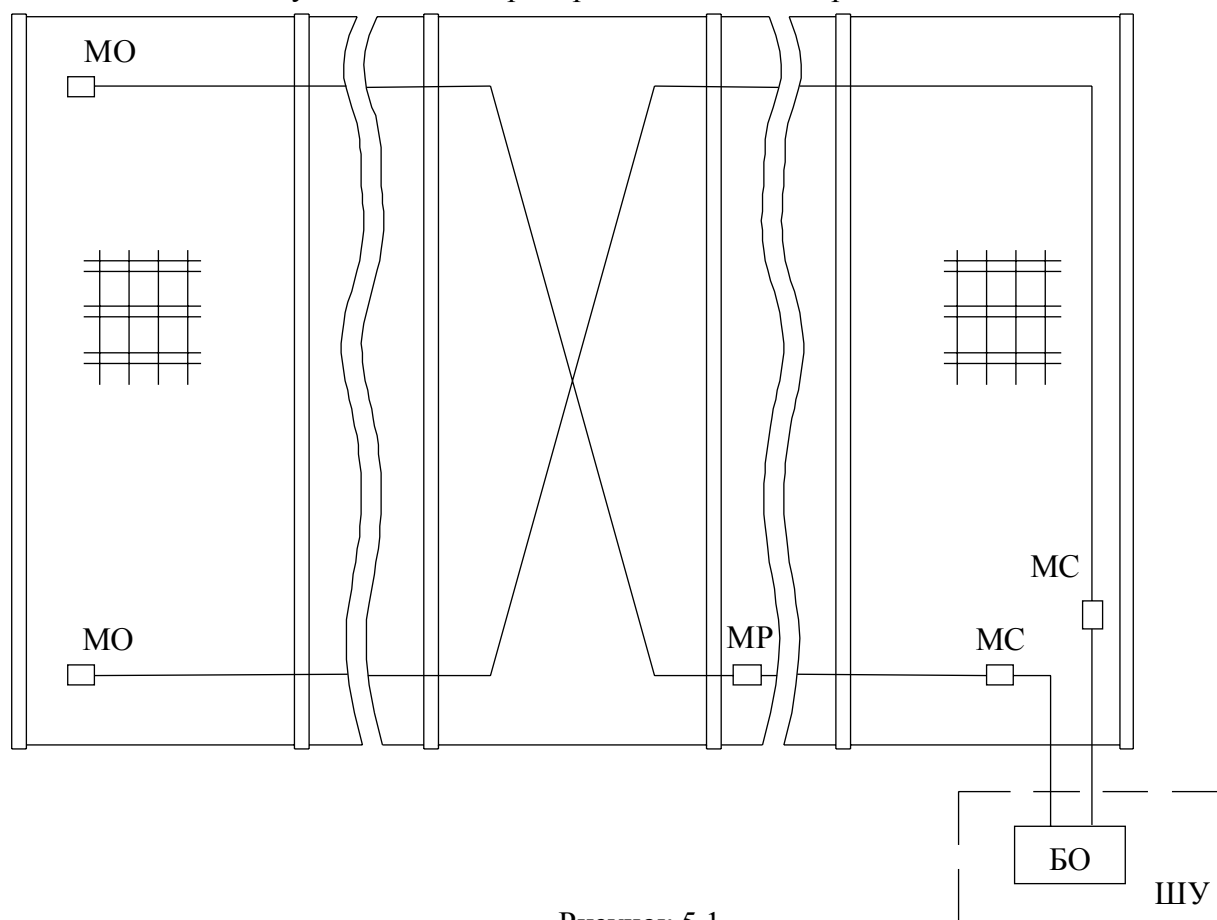

Рисунок 5.1
5.1.8. Закрепить кабель ЧЭ в верхней части СЗ до середины участка, затем продолжить его монтаж в нижней части СЗ до шкафа участкового (рис.5.1.).